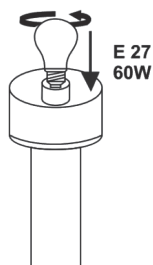

Fig. 4
6. Insert a bulb (Max 60 W, E27) (see fig. 4).